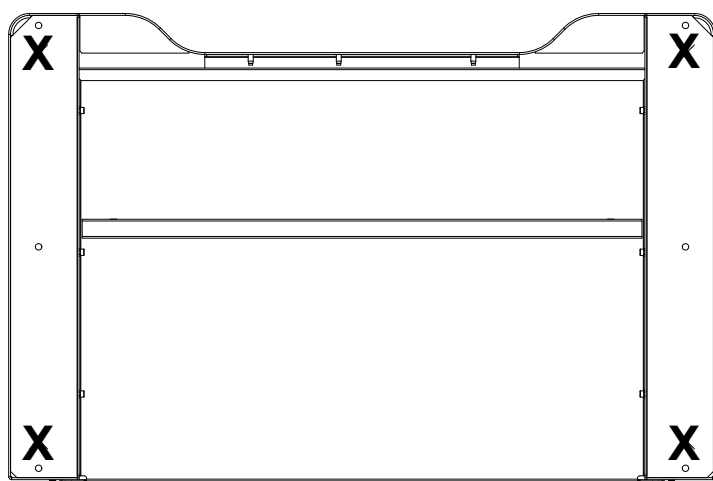

Figura 19. Parte inferiore del telaio che mostra la posizione dei piedini del telaio
6. Individuare eventuali piedini del telaio che possono essere stati rimossi per imbullo-nare il telaio allo skid e reinstallarli nelle posizioni mostrate in Figura 19 a pagina 71.